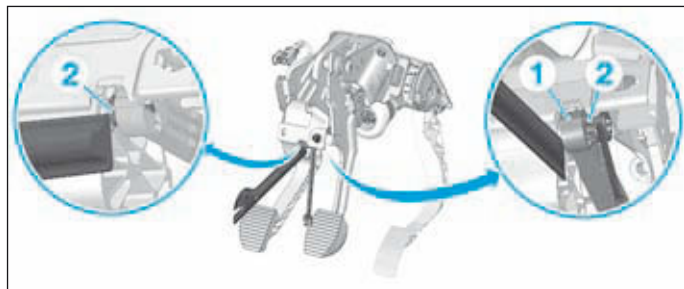

FIG.9
- Pincer les ergots du clip de verrouillage (2) à l'aide d'une clé à lunette de 10 (Fig.9).